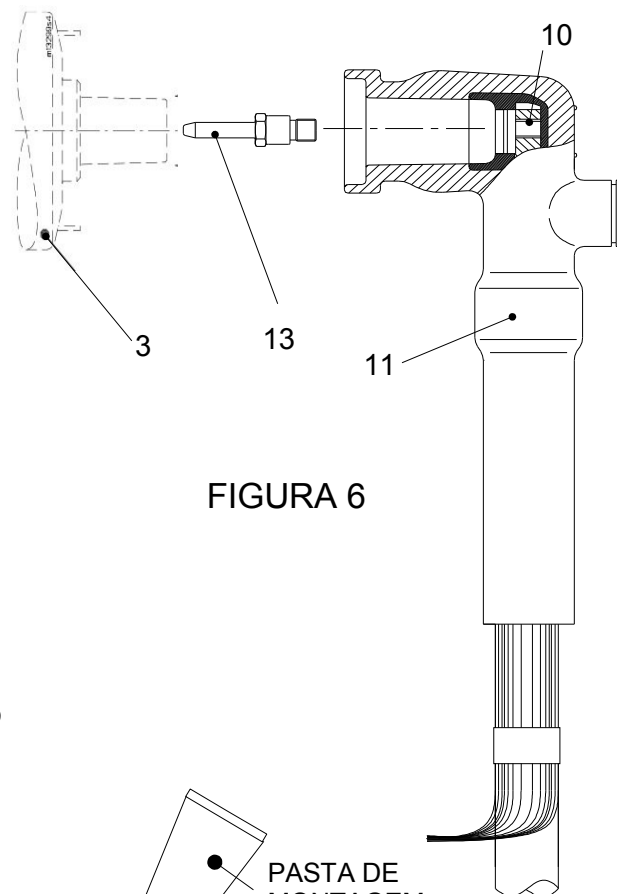

FIGURA 6
Introduzir a TERMINAÇÃO TDEC-C (11) no cabo até que a rosca do TERMINAL DE CABO (10) esteja visível na parte interna do cotovelo e possibilite a montagem do PINO DE CONTATO (13) como indicado na FIGURA 6. Apertar o PINO DE CONTATO (13) com o dispositivo que acompanha o jogo de montagem com torque aprox. 15 Nm.